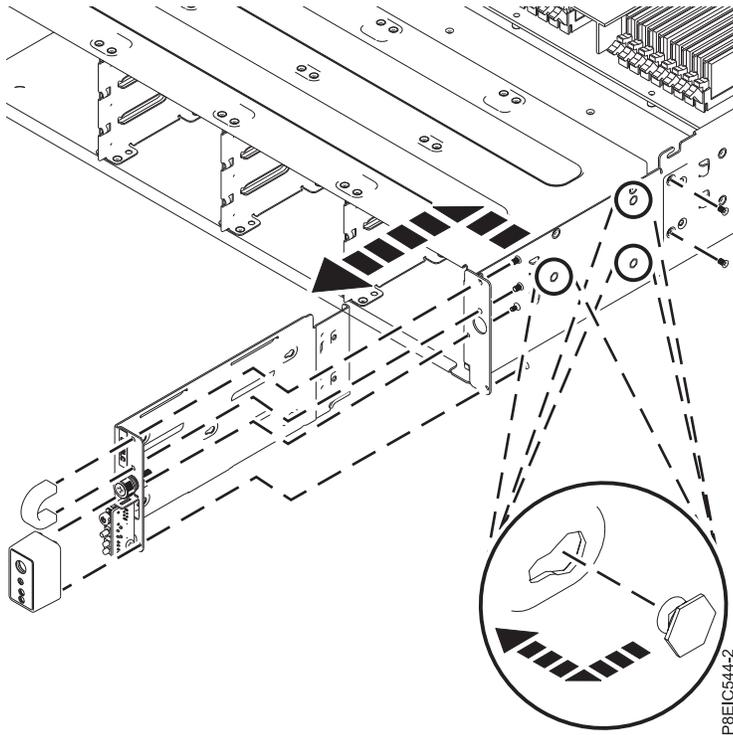

Figura 61. Extracción de interruptor de alimentación y cable
5. Quite los cuatro tornillos que fijan el frontal del interruptor de alimentación y el asa con el conjunto del interruptor de alimentación, tal como se indica en Figura 61.
6. Quite los dos tornillos que fijan el conjunto del interruptor de alimentación a la parte lateral del chasis, tal como se indica en Figura 61.
7. Tire del conjunto del interruptor de alimentación hacia delante, después, desconecte el conjunto del interruptor de alimentación del lado lateral del chasis, tal como muestra en Figura 61.